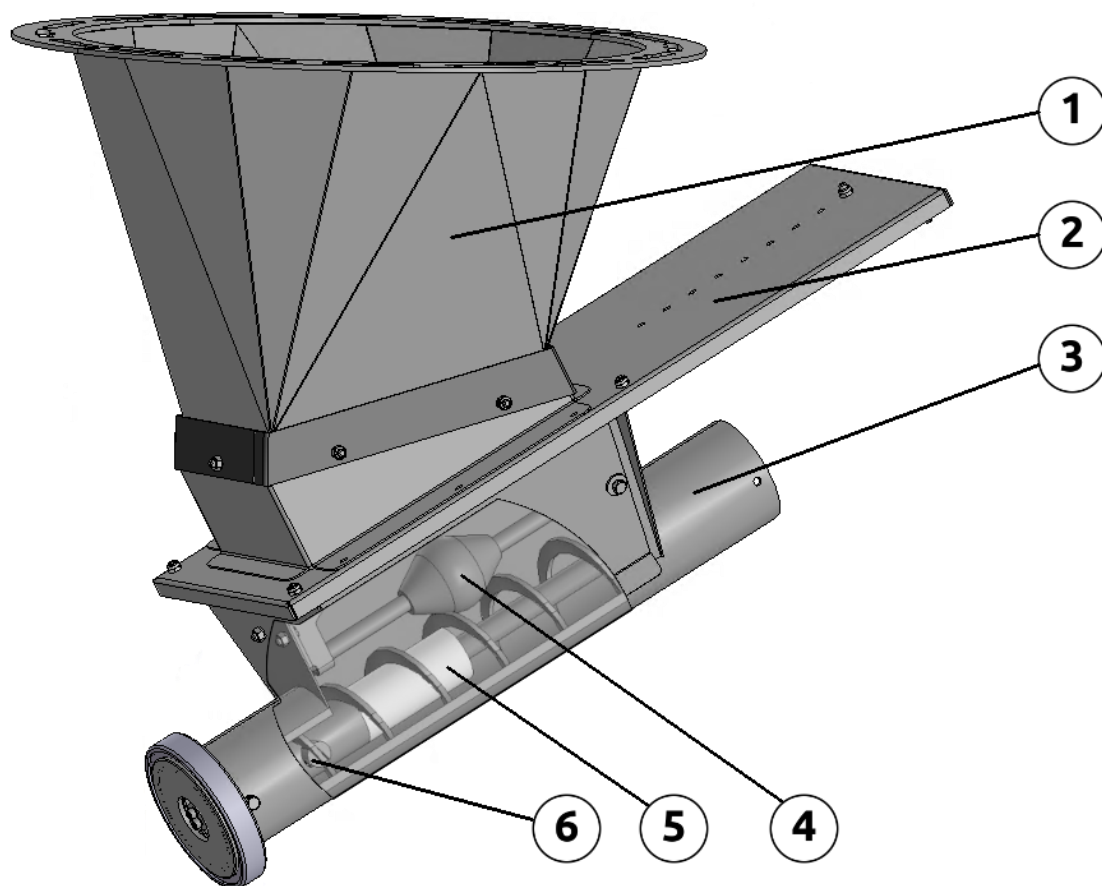

Рисунок 3.3
**Приемник кормов** состоит из 3-х частей (рис. 3.3): переходник (1), шибер (заслонка) (2) и поддон (3).
Внутри труб устанавливается металлическая спираль, один конец которой фиксируется в приводном узле прижимной скобой к валу мотор-редуктора. Противоположный конец спирали прижимается фиксатором (рис. 3.3 6) к валу в приемнике кормов (рис. 3.3 5).